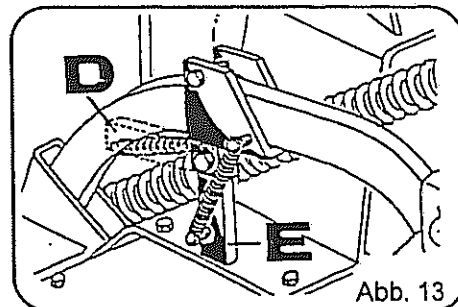

Abb. 13
- Stützfüße hochklappen (Abb. 13 bzw. 14, pos. D)
Die Stützfüße müssen während der Arbeit unbedingt hochgeklappt sein (Abb. 13 bzw. 14, Pos. D).
Das Kupplungsdreieck (Abb. 13, Pos. G) soll senkrecht zum Boden stehen.
Länge der Tragketten so einstellen, daß Mitte Unterlenkerbolzen der Fronthydraulik ca. 640 mm vom Boden entfernt ist (Abb. 13).